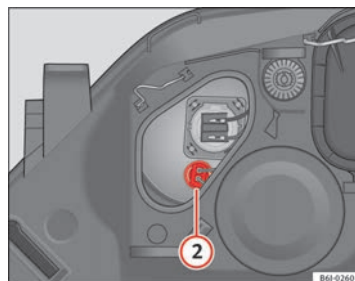

Fig. 153 Luci di posizione
- Estrarre il connettore ⇒ **fig. 153** ② tirando verso l'esterno.